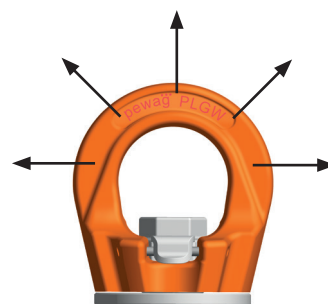

Bild 1: erlaubt
Belastung: Tragfähigkeit lt. Prüfzeugnis bzw. Tragfähigkeitstabelle in den angegebenen Zugrichtungen – siehe Bild 1.
- Belastung darf nur in der vorgegebenen Richtung (siehe Bild 1) mit der Tragfähigkeit lt. Tabelle erfolgen
- Zugrichtung nicht im vorgegebenen Bereich lt. Bild 1 liegt